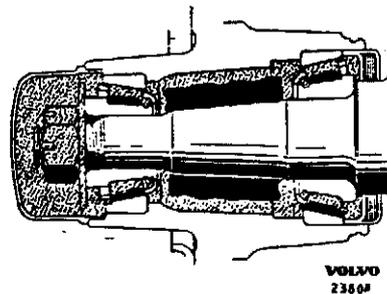

Abb. 32 Abschmieren der Vorderradlager
7. Fett in die Lager mit Hilfe eines Schmiergeräts einpressen. Ist ein solches Gerät nicht zugänglich, ist soviel Fett von Hand einzupacken, daß der Raum zwischen Rollhalter und Lagerinnenring ganz mit Fett gefüllt wird. Auch die Außenseiten der Lager und die in die Nabe eingepreßten Außenringe sind einzufetten. Der Hohlraum in der Nabe ist mit Fett zu füllen, und zwar bis zum kleinsten Durchmesser des Außenringes für das äußere Lager (siehe Abb. 32).